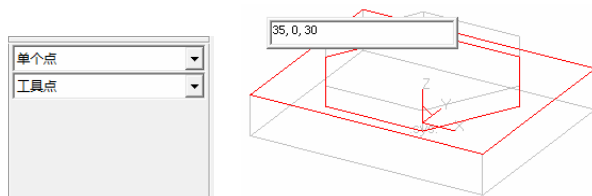

图 8-124 绘制点
1) 选择下拉菜单“造型”→“曲线生成”→“点”命令, 或者单击“曲线生成栏”工具栏上的“点”按钮, 选取“单个点”和“工具点”画点方式, 输入坐标 (35, 0, 30), 创建点如图 8-124 所示。